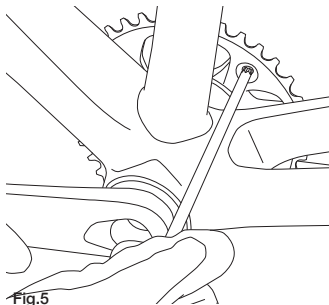

Fig.5
- Intervenez du côté intérieur de votre vélo pour dévisser les quatre vis du plateau avec une clé Torx 30 (Fig. 5).